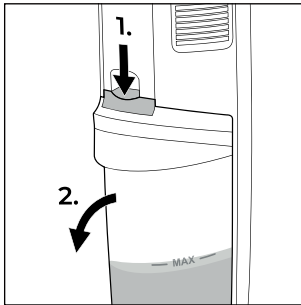

Fig. 20
1. Tryk knappen over beholderen til snavset vand **2** ned (se fig. 20). Hold i håndtaget til beholderen til snavset vand **2**, mens du trykker knappen ned.
2. Tag beholderen til snavset vand **2** ud af produktet forfra (se fig. 20).